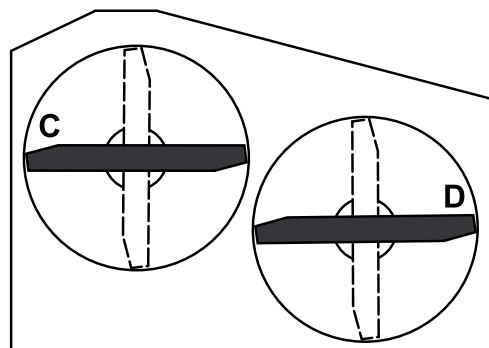

Figure 60
3. Mesurez la distance aux points C et D entre une surface plane et le bord coupant des pointes des lames (Figure 60).